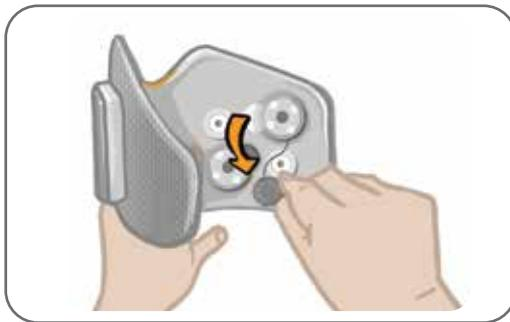

Figura 8-8: Remoção das bases de eletrodos usadas
3. Desconecte os encaixes das bases dos eletrodos dos orifícios de plugue. Veja a Figura 8-8.
4. Remova as bases dos eletrodos usadas do manguito. Veja a Figura 8-8.